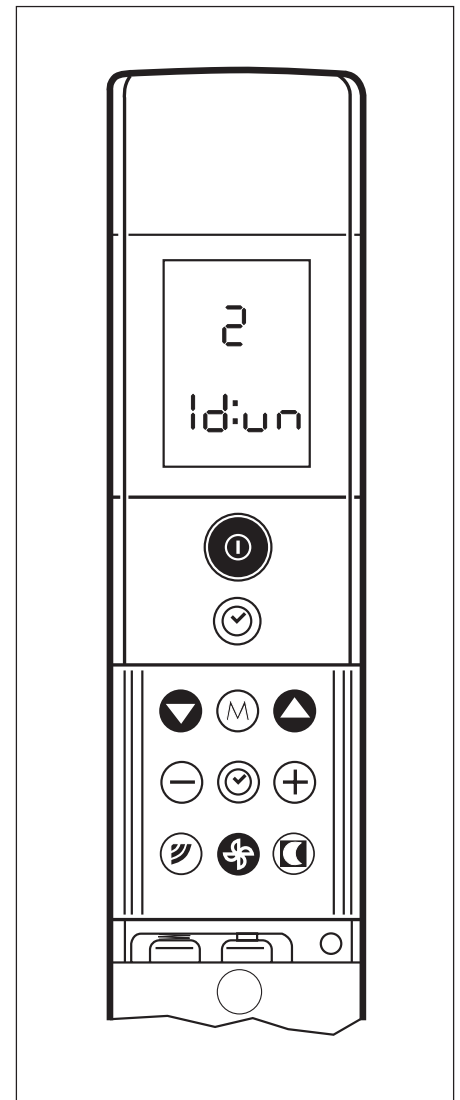

Abb. 34
- Durch Drücken der Temperatureinstellungstasten   ändert sich die Zahl im Display (Abb. 34).